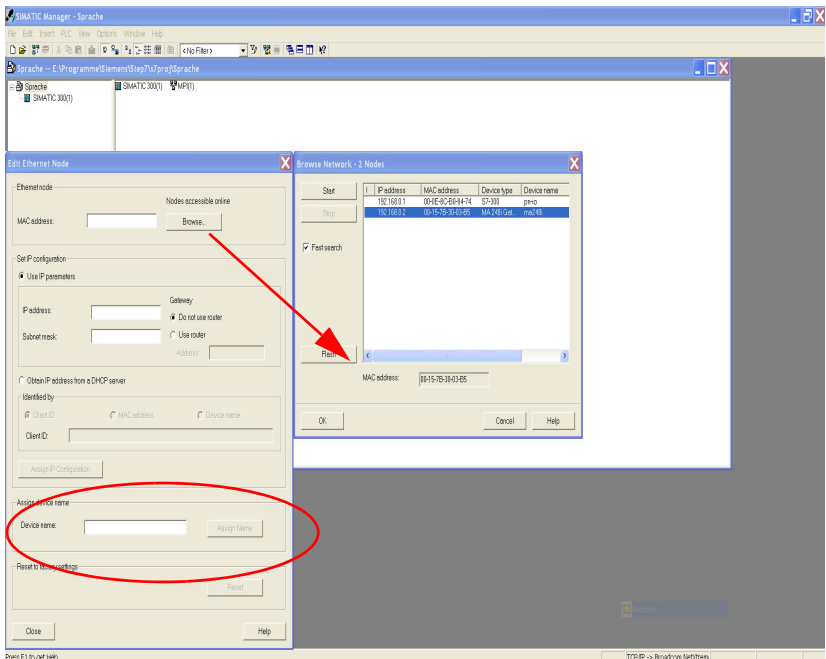

Figura 10.4: Assegnazione dei nomi di apparecchio agli IO Devices progettati
- Assegnazione indirizzo MAC - indirizzo IP - di nomi di apparecchio individuali (figura 10.4)